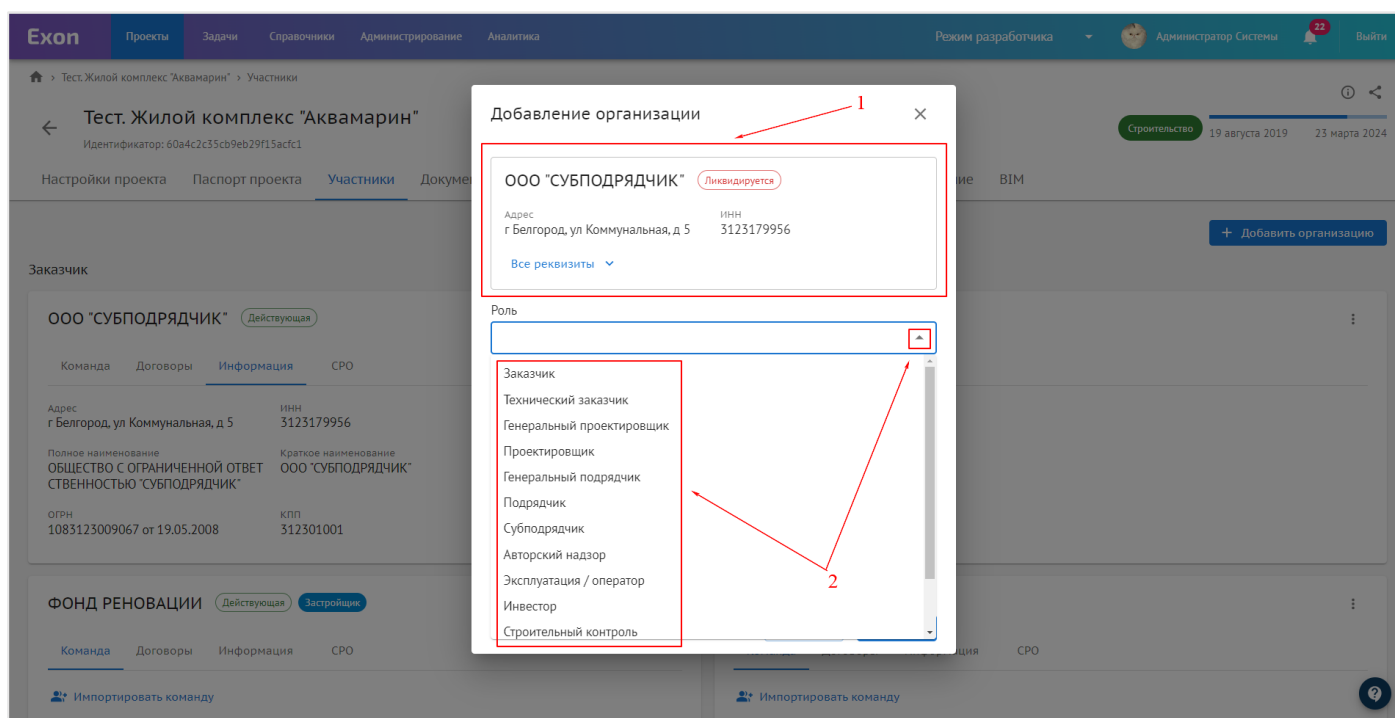

Рис. 24 – Присвоение роли организации
4. После проверки реквизитов, следует нажать на карточку организации (1) и присвоить ей роль в проекте (2) (рис. 24);